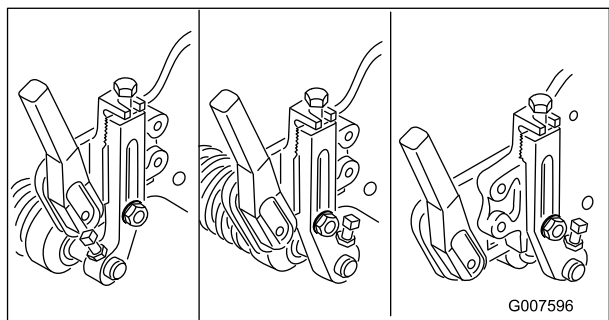

Figura 57
**Nota:** El rodillo delantero puede colocarse en una de tres posiciones diferentes (Figura 57), dependiendo de la aplicación y de las necesidades del usuario.